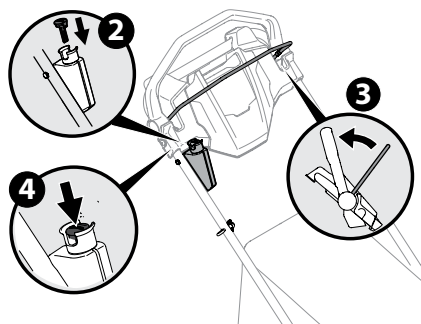

Figure 3-4
3. Placez-vous derrière l'appareil et serrez la commande des lames contre la commande d'entraînement. Voir Figure 3-4.
4. Poussez le bouton-poussoir pour démarrer le moteur. Voir Figure 3-4.